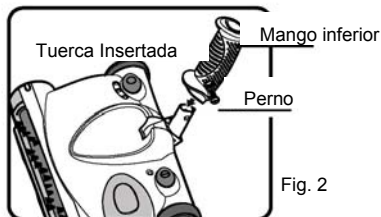

Fig. 2
2. Inserte el mango inferior. Ajústelo con la tuerca insertada y el perno suministrado. (Fig. 2)